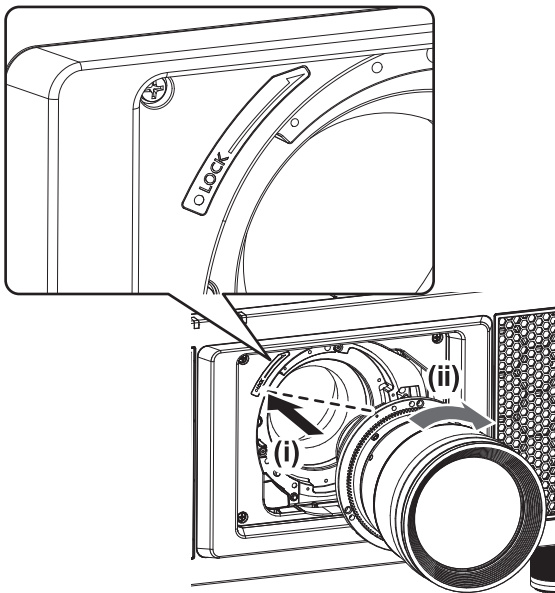

Figura 1
- 1) **Inserte la lente de proyección alineando la marca de la lente de proyección (naranja) con la marca del proyector (○ a la izquierda de LOCK) y gire hacia la derecha hasta que la unidad encaje. (Figura 1)**